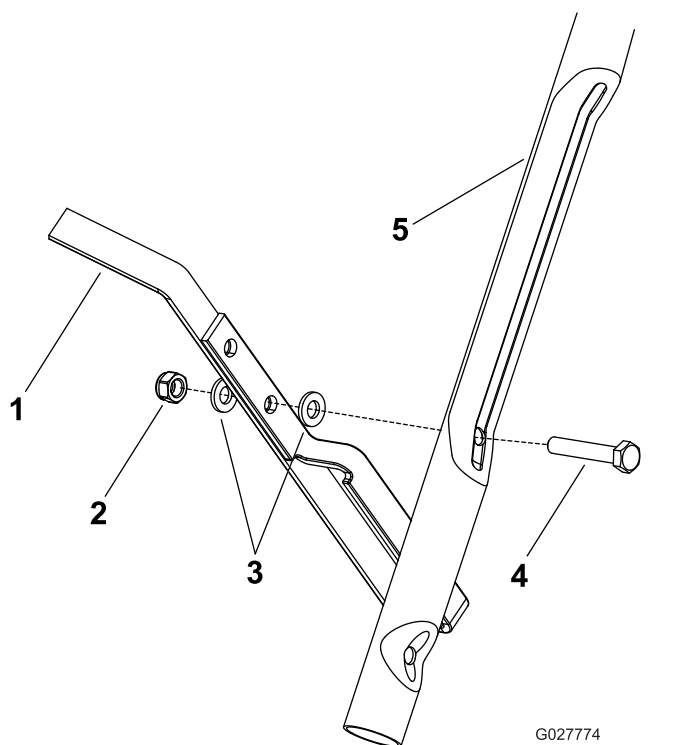

Figure 6
Fixez le bloque-pied sur le boulon sur la droite de la partie inférieure du guidon à l'aide d'un écrou et de 2 rondelles (Figure 6).
**Remarque:** Montez le bloque-pied en utilisant le trou inférieur, comme montré à la Figure 6.